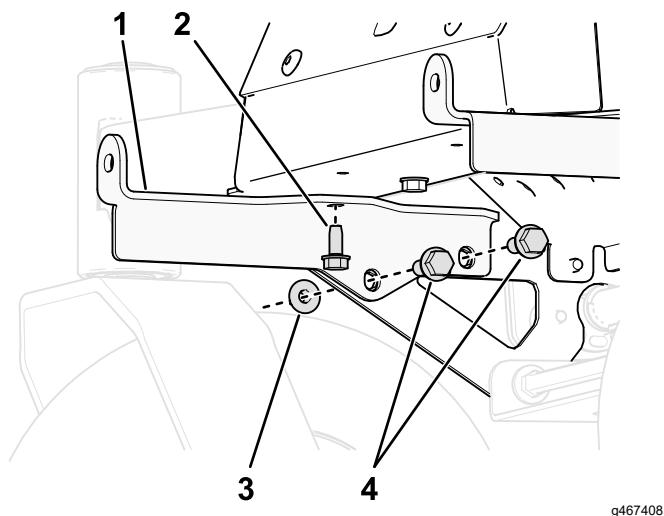

Figure 3
1. Fixez les supports de montage des masses gauche et droit sur le dessous du cadre au moyen de 3 boulons ($\frac{3}{8}$ " x 1") et 3 contre-écrous ($\frac{3}{8}$ "), comme montré à la Figure 3.